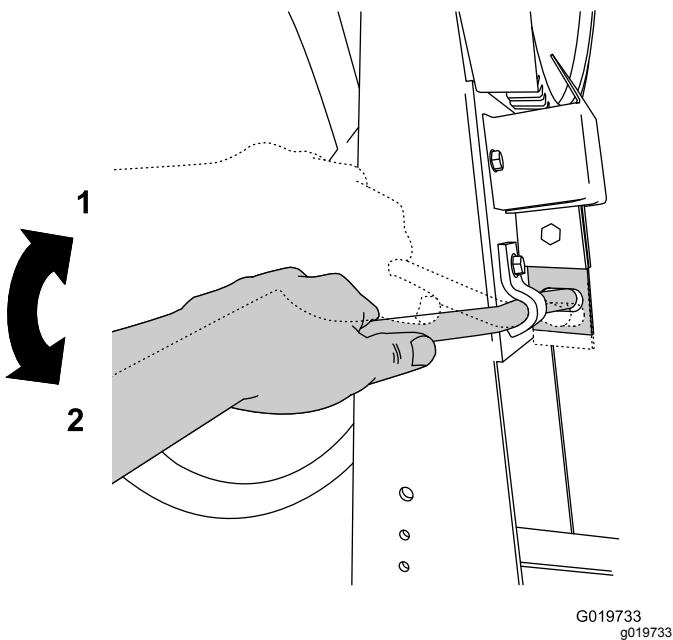

Figura 11
- 3. Bloquee el tambor en esa posición presionando hacia abajo la palanca del freno de volteo del tambor (Figura 11).